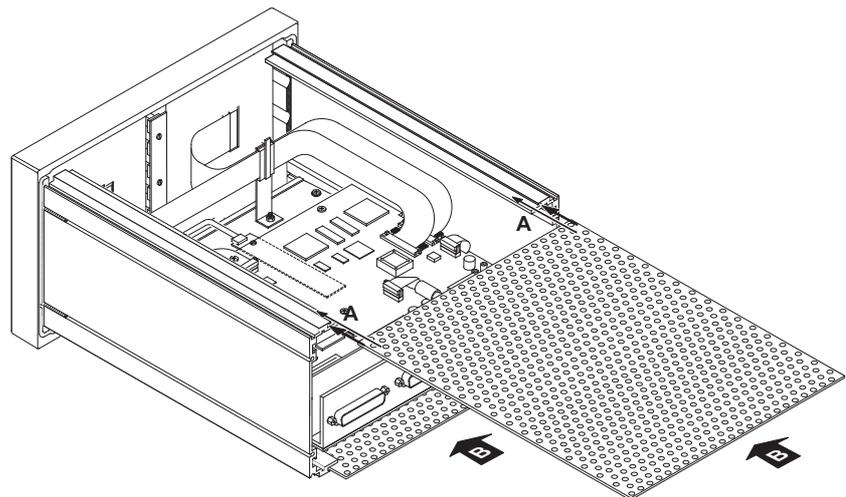

Bild D 8-32: Einschieben der Lochbleche
11. Setzen Sie die Lochbleche in die jeweiligen Führungen ein (siehe Bild D 8-32, A) und schieben Sie sie ganz hinein (siehe Bild D 8-32, B).